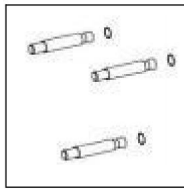

Fig.2.
- 2). Insérez les trois boulons d'expansion (1) inclus dans le support percé. Vous devrez peut-être utiliser un marteau pour les fixer à travers les trous. Voir le(Fig.2.)